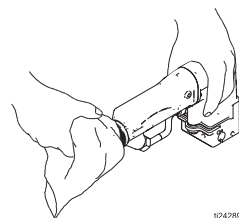

FIG. 18. Czyszczenie korpusu pistoletu
5. Miękką ściereczkę nasączyć rozpuszczalnikiem i wycisnąć jego nadmiar. Wytrzeć do czysta zewnętrzne części oraz osłonę pistoletu. Patrz FIGURE 18.